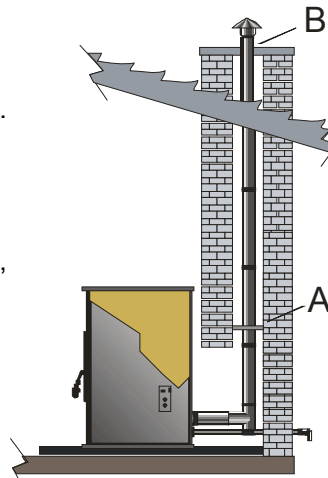

Figure 7
1. Doit être un conduit approuvé de type « PL » d'un diamètre de 7,2 ou 10 cm (3 ou 4 po), évacuant vers l'extérieur (fig. 7) ou connecter l'évacuation à une cheminée préfabriquée de type « A » en utilisant un adaptateur.
Extrémité de conduit d'évacuation des gaz à granulés (Figures 7 et 8)